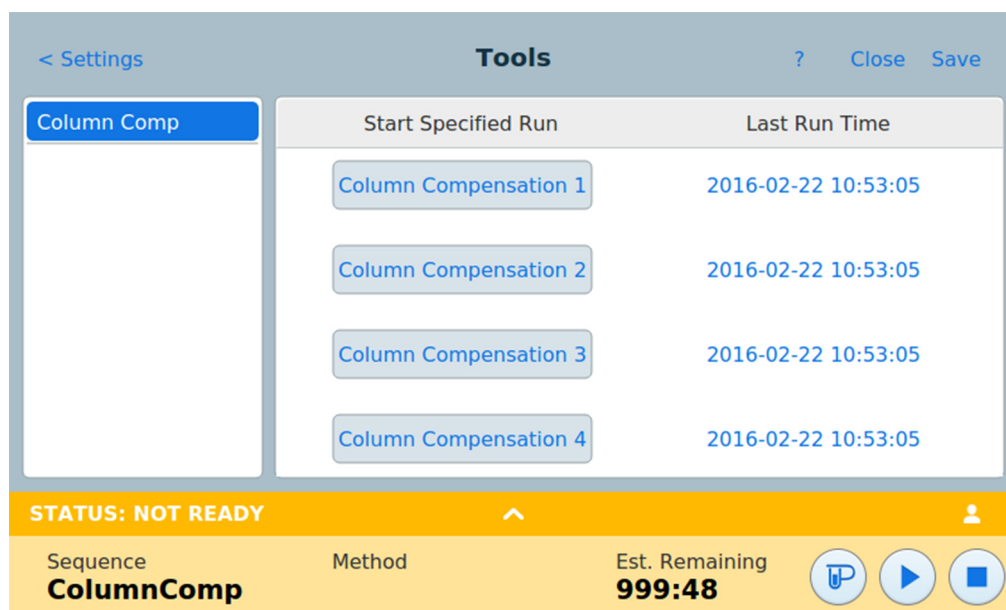

Figura 50 Página de herramientas
La página de herramientas le permite realizar análisis de compensación de las columnas instaladas en el GC. Consulte Figura 50.
- 1 Con la página Tools abierta (consulte Figura 50 en la página 131), pulse sobre la **Column Compensation** deseada en la columna **Start Specified Run**. El GC realiza el análisis para la compensación de columna. En este análisis no se produce ninguna inyección.